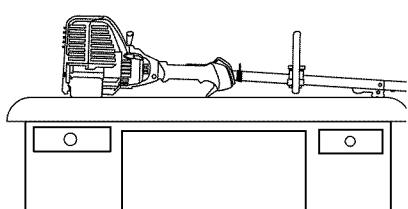

Fig. 21
- Coloque el motor sobre una superficie plana y nivelada, con el protector de la cabeza de corte colgando de un banco o mesa de trabajo para obtener una lectura adecuada del nivel de aceite (Fig. 21).